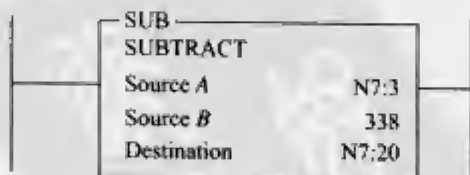

图 11-23
6. 参考图 11-23, 如果 N7:3 中的数据为 500, 那么目的地址 (Destination) 中的数据是多少?